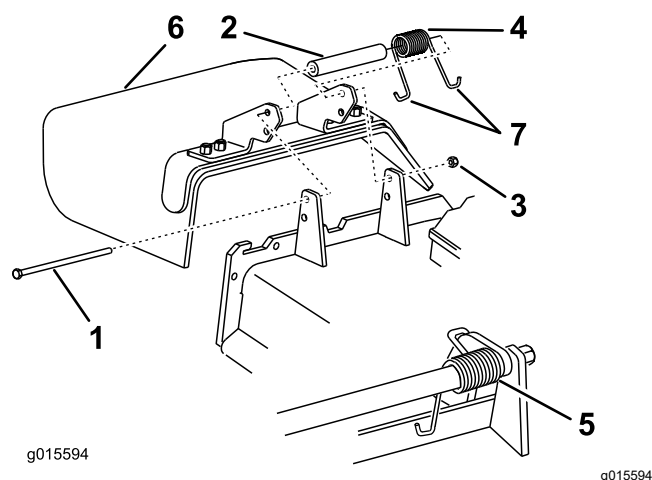

Figura 95
1. Retire la contratuerca, el perno, el muelle y el espaciador que sujetan el deflector a los soportes de pivote (Figura 95).
- Nota:** Asegúrese de colocar un extremo con gancho en J del muelle detrás del reborde de la carcasa antes de instalar el perno, según se muestra en Figura 95.
6. Coloque 1 extremo en J del muelle alrededor del deflector de hierba (Figura 95).